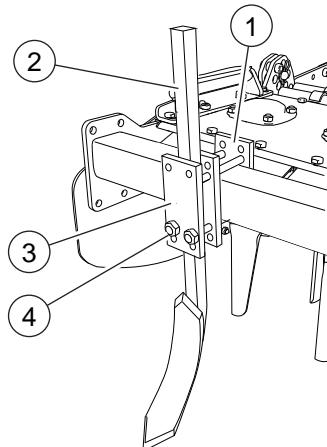

FIG. 19
Instalar el soporte (1, "Fig. 19") en la barra anterior. Insertar el rompe-trazas (2) entre las placas (3). Regular la altura desde el terreno. Ajustar las tuercas (4).